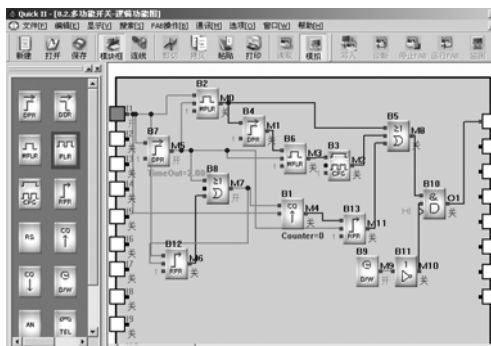

图 4.17 FAB 程序的模拟运行
1、用鼠标左键点击指令 FAB 操作选单下的模拟选项，再点击开始，如图 4.16 所示，或者直接用鼠标点击工具栏中的  按钮，则可开启模拟，此时您可从画面上的输入输出状态看到程序运行的结果，如图 4.17 所示。